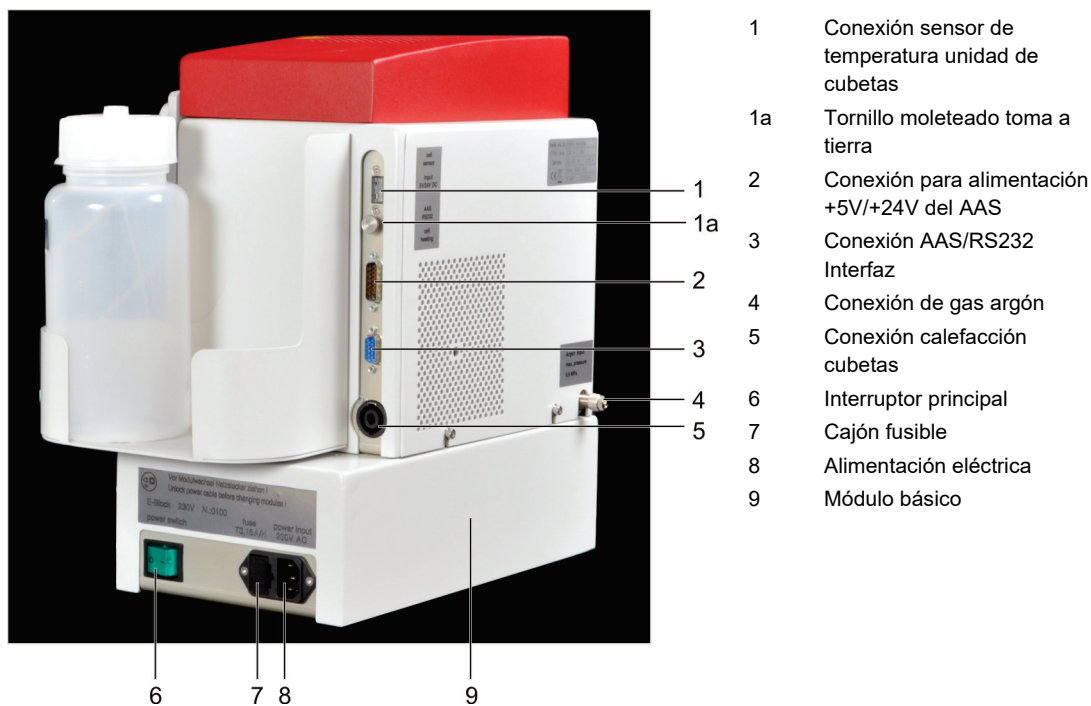

Fig. 12 HS 55 modular – Conexiones en el lado derecho
- Conducto de calefacción a conexión "cell heating" (5, ver Fig. 12)
- Conducto del sensor temperatura en la conexión "cell sensor" (1)
- Conector D-Sub "HS" del cable más fino a la conexión "input 5 V/24 V DC" del HS 55 modular (2). Conector D-Sub "AS" se queda libre.
4. Conectar el conducto de señal al enchufe "HS" del aparato AAS y enchufe "AAS - RS232" del HS 55 modular (3).